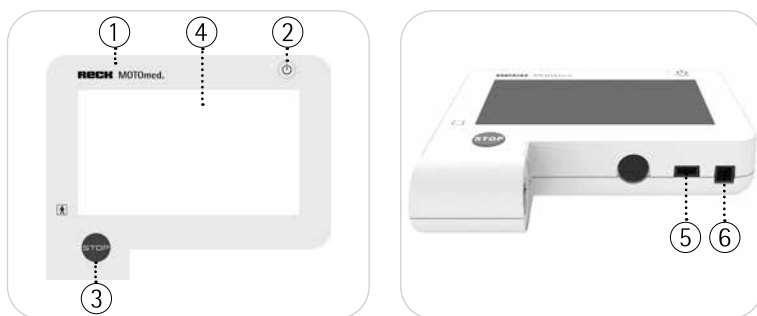

Abb. 5.1, 5.2
siehe Abb. 5.1 Drücken Sie die ‚Ein/Aus‘ - Taste ② und schalten Sie Ihr MOTOMed ein. Das MOTOMed initialisiert sich und geht in Betriebsbereitschaft. Der Homescreen erscheint.
siehe Abb. 5.1 Mit der roten ‚Stop‘-Taste  können Sie Ihr Training jederzeit unterbrechen.